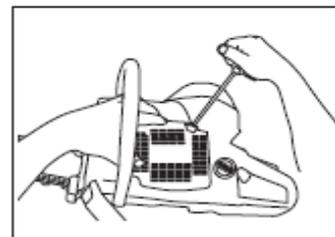

Fig. 5
- * Para fixar novamente a caixa do arrancador, puxe primeiro o fio do arrancador e depois mantenha a caixa do arrancador contra o cárter do motor (Fig. 5). Largue lentamente o fio do arrancador para que a polia se coloque entre os linguetes.